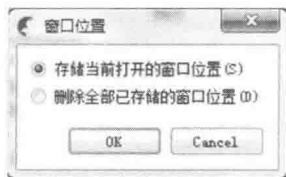

图7-12 EAGLE窗口位置
- 窗口位置：除非从超大显示器换成了小的显示器导致窗口找不到，否则基本不用管。EAGLE 窗口位置提示框如图 7-12 所示。